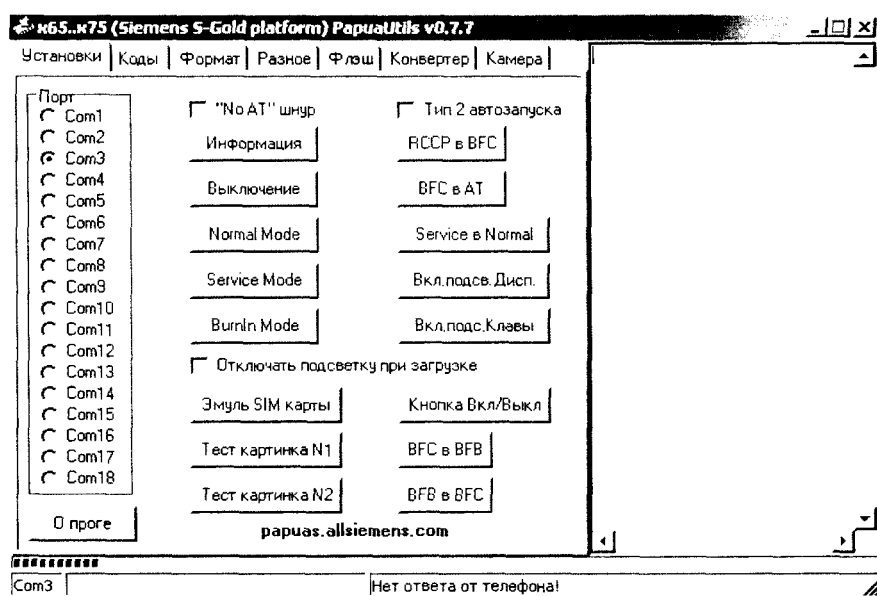

Рис. 1.2.2. Вкладка «Установки» диалогового окна PapuaUtils
2. Запускают PapuaUtils. На вкладке установки указывают используемый COM-порт и тип кабеля (рис. 1.2.2).
10. По окончании выполнения операции переходят на вкладку «Установки» и нажимают кнопку «Service Mode» (рис. 1.2.2).